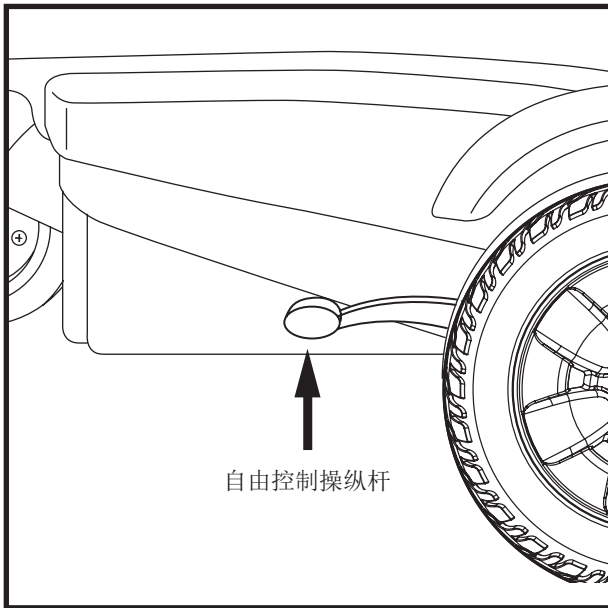

图 4. 行驶模式（接合驱动电机）
2. 将两根控制杆同时向上拉以接合驱动电机（行驶模式）。见图4。
2. 确保电动轮椅处于行驶模式。见图 4。